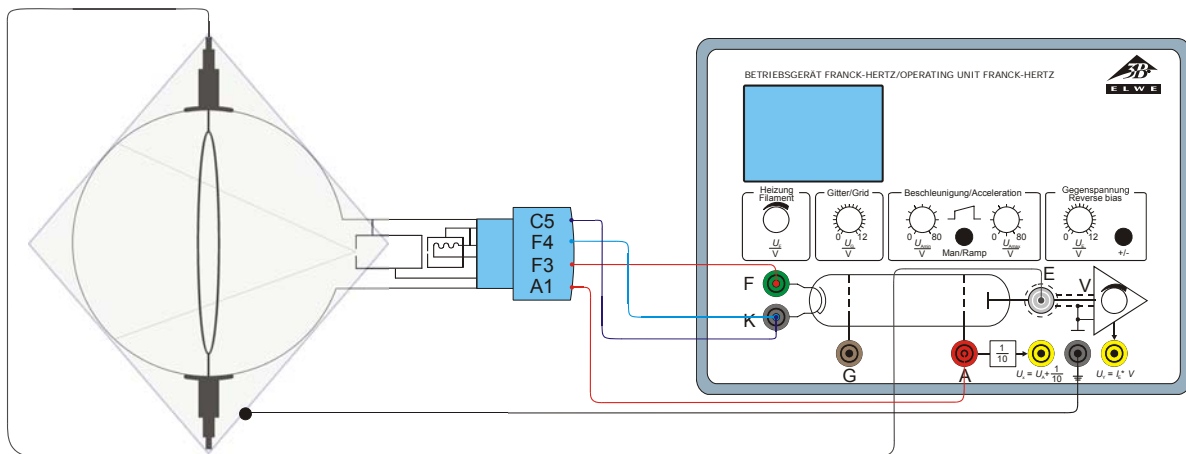

Fig. 5 Struttura sperimentale con apparecchio per l'esperimento di Franck-Hertz
- Collegare la presa F3 del portatubi con la presa F dell'apparecchio per l'esperimento di Franck-Hertz e poi la presa F4 con la presa K. (Vedere Fig. 5)